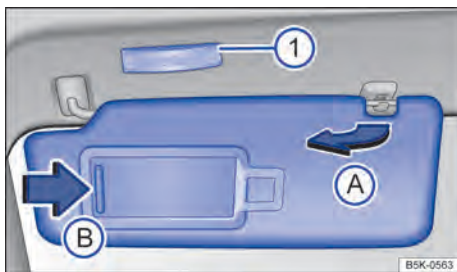

Fig. 81 Parasol.
- Retirar el parasol cuidadosamente del bloque soporte sujetando a base de sujeción y girar en la dirección de las puertas → fig. 81 (A).
En el parasol plegado hacia abajo se encuentra un espejo de cortesía atrás de una cubierta. Al abrir la cubierta → fig. 81 (B) se enciende la luz (1).